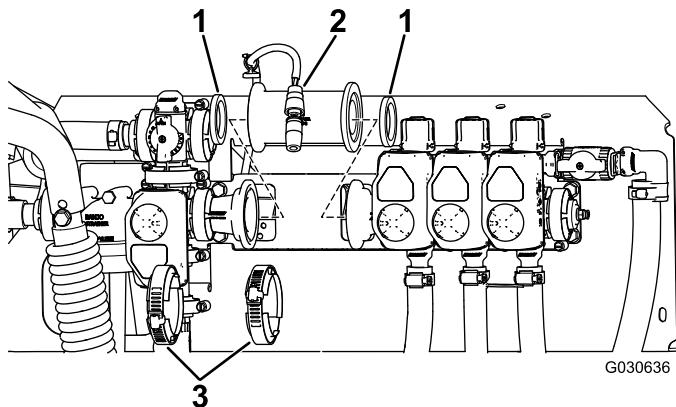

Figura 6
- Installate il flussometro allineato tra i gruppi valvole della barra e KZ con la freccia indicatrice del flusso rivolta alle tre valvole della barra (Figura 6).
- A. Installate la guarnizione esistente sul lato del flussometro che si accoppia con la valvola KZ (Figura 6).